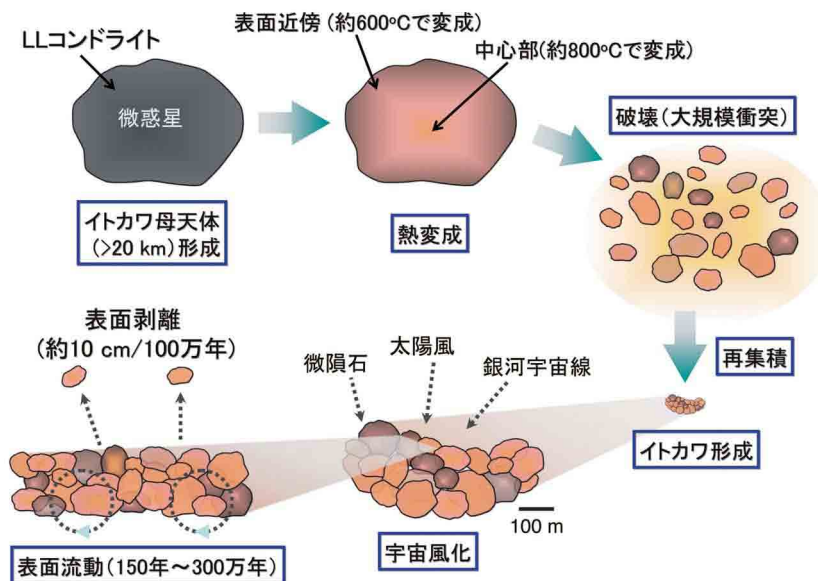

図1. 小惑星イトカワの形成過程概念図
- (1) はやぶさが持ち帰った微粒子は、小惑星イトカワ由来のものに間違いはない。
- (2) イトカワは普通コンドライトと呼ばれる隕石同様に太陽系の始原物質から成る。
- (3) 地球に飛来するほとんどの隕石は小惑星を起源とすることが最終的に確定され、長年にわたる隕石の起源の問題に終止符が打たれた。
- (4) 小惑星イトカワは、その母天体が他の天体と衝突して破砕され、その破片の一部が再集結し、現在の姿を形成するに至った（図1）。
- (5) イトカワの表面への物体の衝突痕や太陽風などの痕跡（宇宙風化）が見出された。